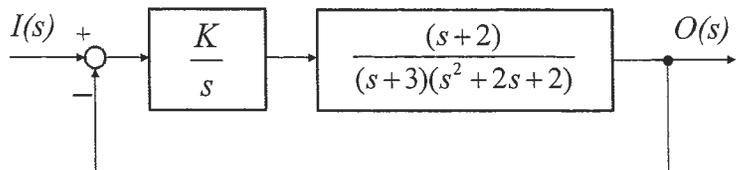

Fig.7-4
- (4) Fig.7-4に示すフィードバック系が安定となるための K の条件を導出せよ。